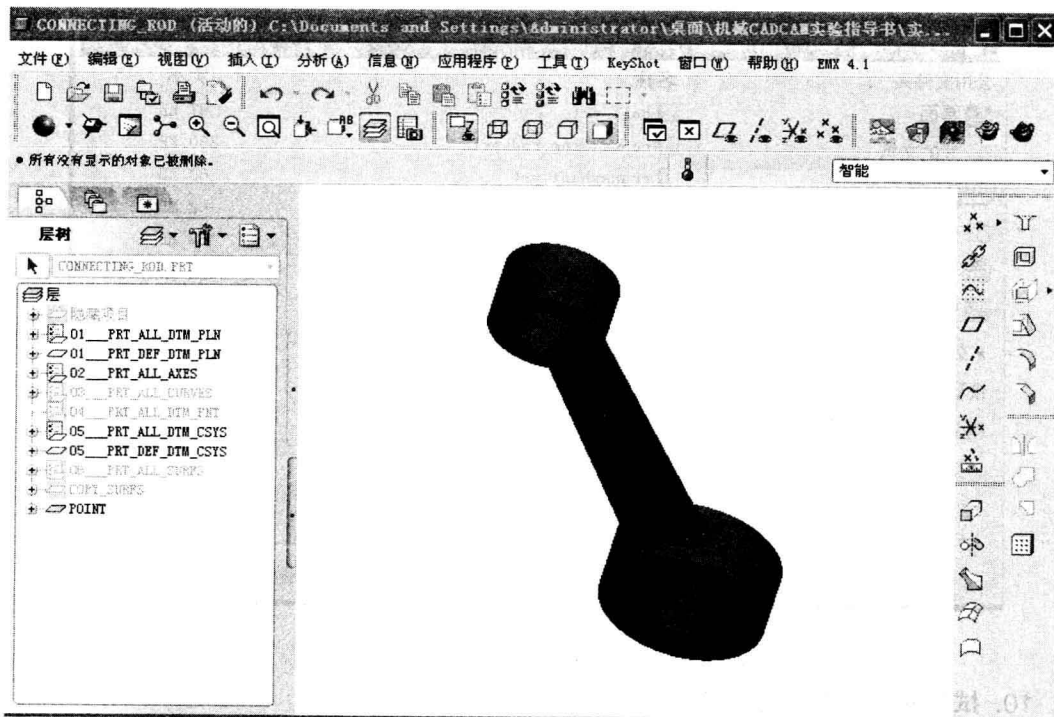

图 1-18 标准视图
- (4) 标准视图：点击视角控制对话框中的 **【标准方向】**，模型显示效果如图 1-18 所示。